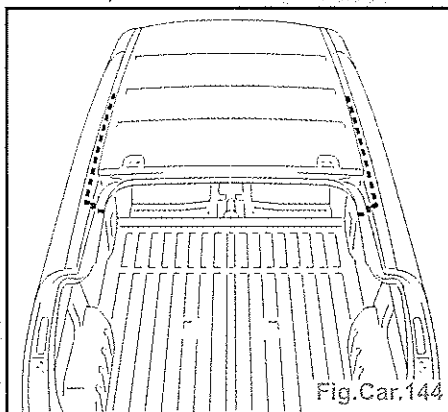

Fig.Car.144
- Appliquer un mastic d'étanchéité (Fig. Car.144).